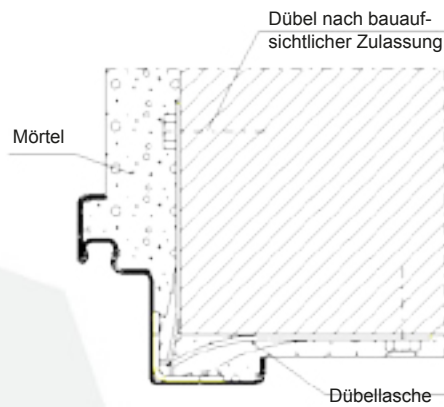

Bild 1.2
- 2.4 Wahlweise verdeckte Montage für Sichtmauerwerk mit speziellen Dübellaschen befestigen (Bild 1.2). Höhenlage der Dübellaschen
- 5.2. Dübellaschen gemäß Positionen (Bild 1.2) in der Leibung befestigen.